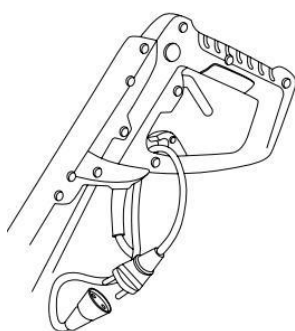

Рисунок 1
- Подключите шнур питания к сети и убедитесь в надежности его крепления в соответствующем устройстве (рис. 1).